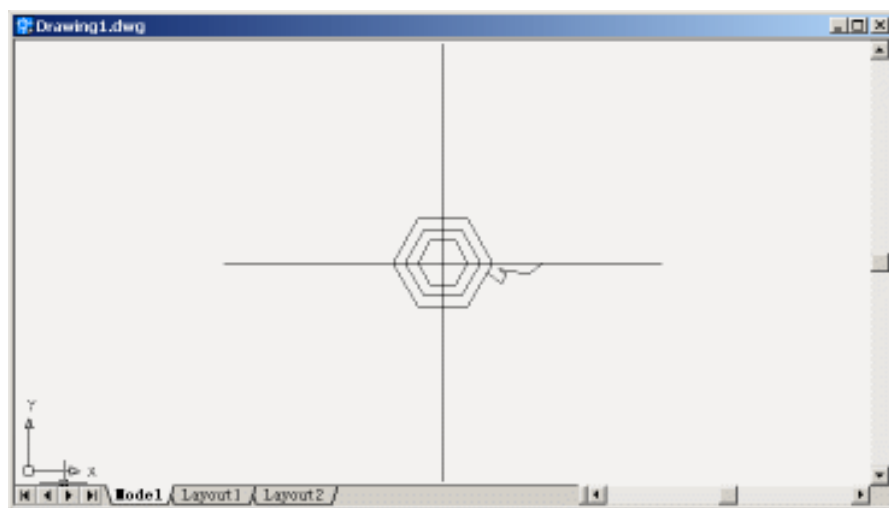

图 1.3 绘制雪花花瓣的一半
(4) 用 LINE 命令绘制雪花花瓣的一半, 结果如图 1.3 所示。